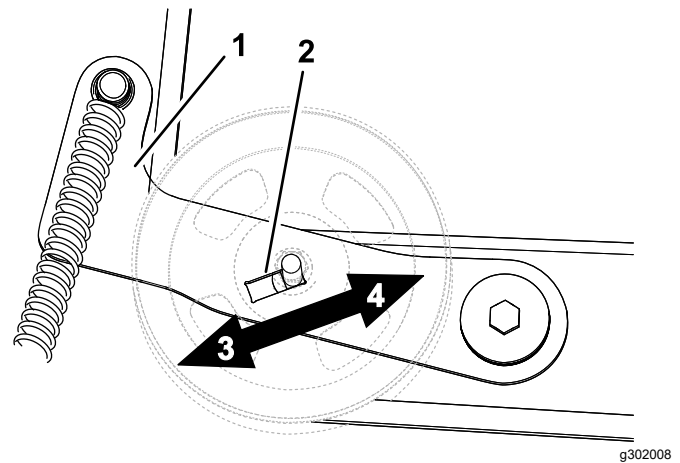

Figure 56
5. Ajustez la poulie dans la fente comme nécessaire (Figure 56).